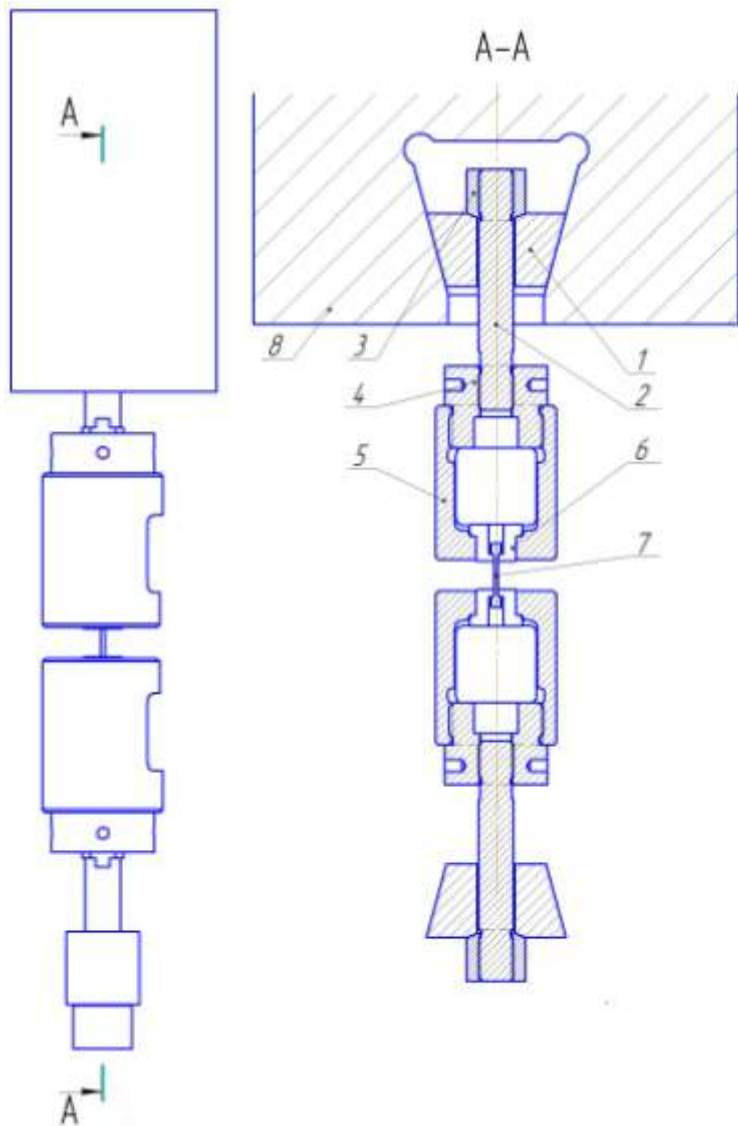

Рис. 4 – Приспособление. Расположение составных частей
5.1 Вставить призму (рис.4 поз.1) в корпус активного захвата разрывной машины Р-10 (рис.4 поз.8);
5.2 Закрепить тягу (рис.4 поз.2) в призме с помощью гайки (рис.4 поз.3);
5.3 Переходник (рис.4 поз.4) вкрутить в захват (рис.4 поз.5);